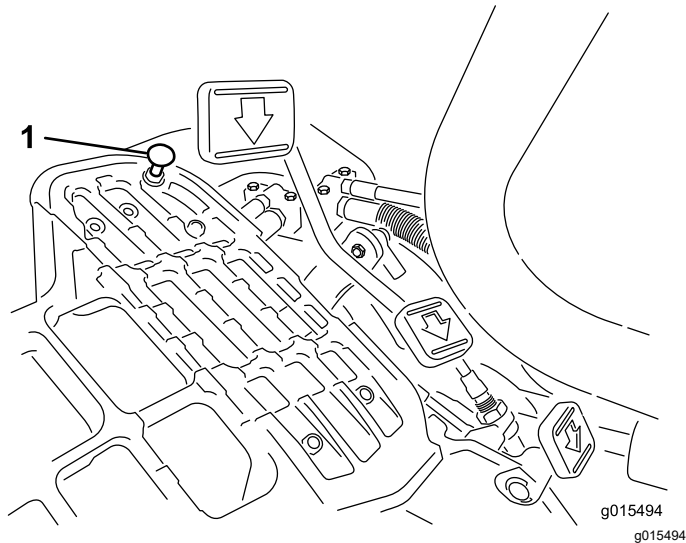

Figura 40
Para obtener la velocidad de transporte máxima, ponga la palanca de control funcional en la posición de TRANSPORTE y presione el pedal de tracción. Si el pedal hace contacto con el tope (Figura 40) antes de que sienta tensión en el cable, complete el siguiente procedimiento de ajuste:
1. Ponga la palanca de control funcional en la posición de TRANSPORTE y afloje la contratuerca que sujeta el tope del pedal a la chapa de suelo (Figura 40).